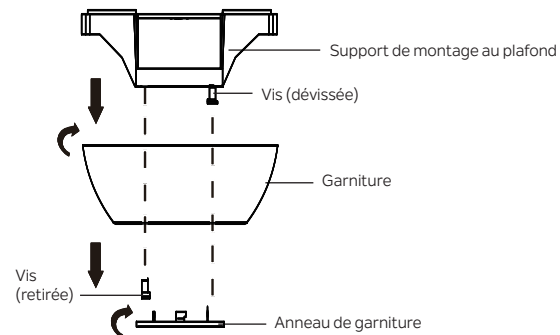

Fig. 5
Étape 1. Retirez l'anneau de garniture de l'auvent en le tournant dans le sens antihoraire. (Fig. 5)
Étape 2. Retirez la monture du support de montage au plafond en desserrant d'un demi-tour la vis qui se trouve dans la fente en forme de serrure, retirez la vis du trou rond (et la conserver), puis faites tourner la monture (dans le sens antihoraire). (Fig. 5)
Étape 3. Alignez le trou circulaire restant de la garniture avec le trou restant du support de montage au plafond. Réinstallez la vis retirée plus tôt (**SUSPENDRE LE VENTILATEUR : Page 9, étape 2, Fig. 5**) dans les trous alignés. Serrez bien les deux vis. Fixez l'anneau de garniture de la monture aux têtes de vis en soulevant soigneusement l'anneau de garniture de la monture jusqu'à la monture (en plaçant les fentes de montage de l'anneau de garniture de la monture sur les têtes de vis de la monture), puis en tournant l'anneau de garniture de la monture (dans le sens horaire) jusqu'à ce qu'il s'enclenche contre les vis au niveau de la partie étroite des fentes de montage pour fixer le tout.